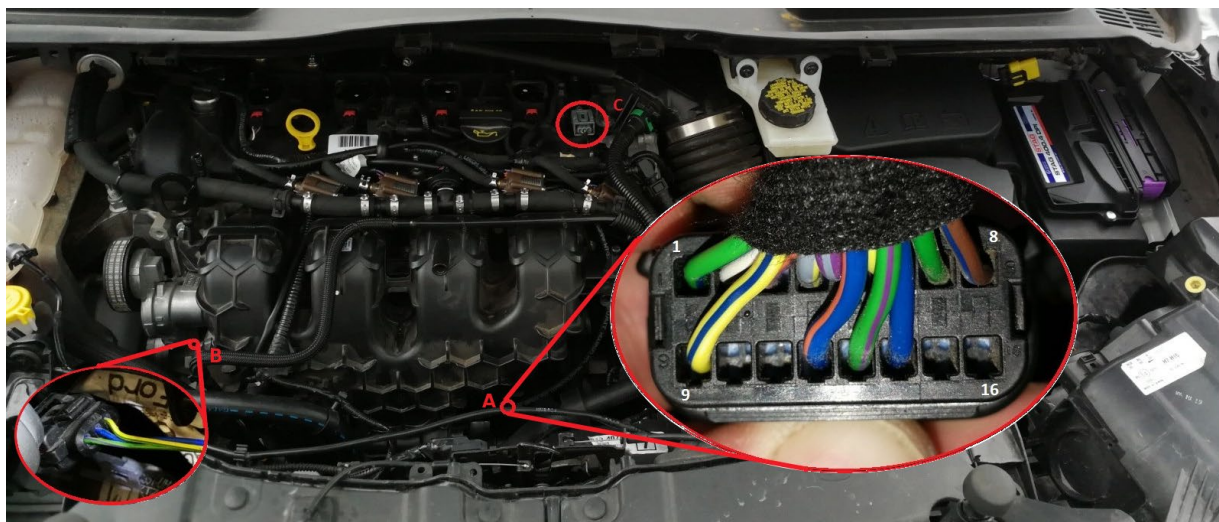

Рис. 2. Расположение разъемов под капотом транспортного средства.
- 4.2 Стандартные подсоединения. Подсоединение выполнить при разьеме датчика положения распредвала (Рис. 2."С").